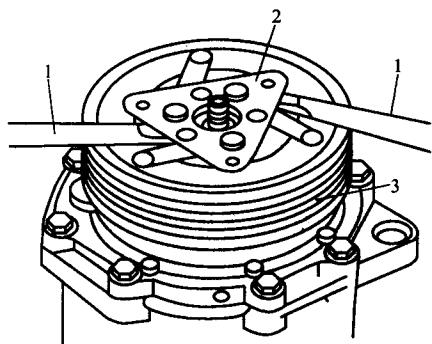

图 2-5 起出离合器盘
(1) 松开压缩机电磁离合器多楔带轮的六角螺母。使用直径为 4mm 的通用两孔扳手 3212A 拆下六角螺母, 拧紧力矩为 $15 \text{ N} \cdot \text{m}$ 。
(2) 拉出离合器盘。用两个一字旋具 1 起出离合器盘并拆下, 如图 2-5 所示。